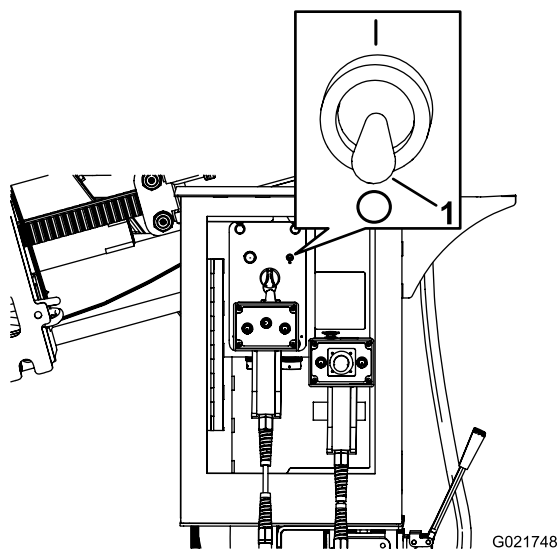

Figura 155
- Asegúrese de que el interruptor de la manguera de pulverización está en la posición de Apagado (Figura 155).